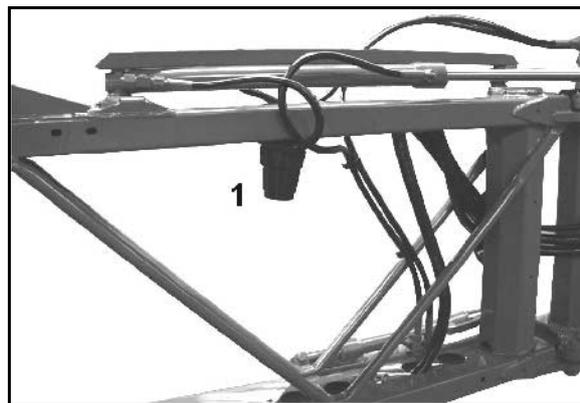

Рис. 168
- Чистите линейный фильтр (Рис. 168/1) в зависимости от условий эксплуатации приблизительно каждые 3 – 4 месяца.